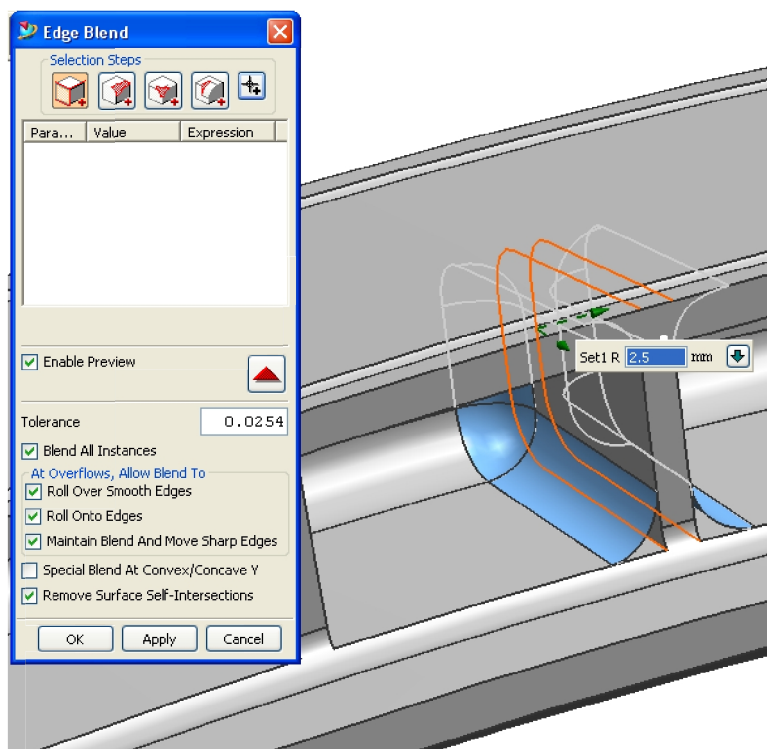
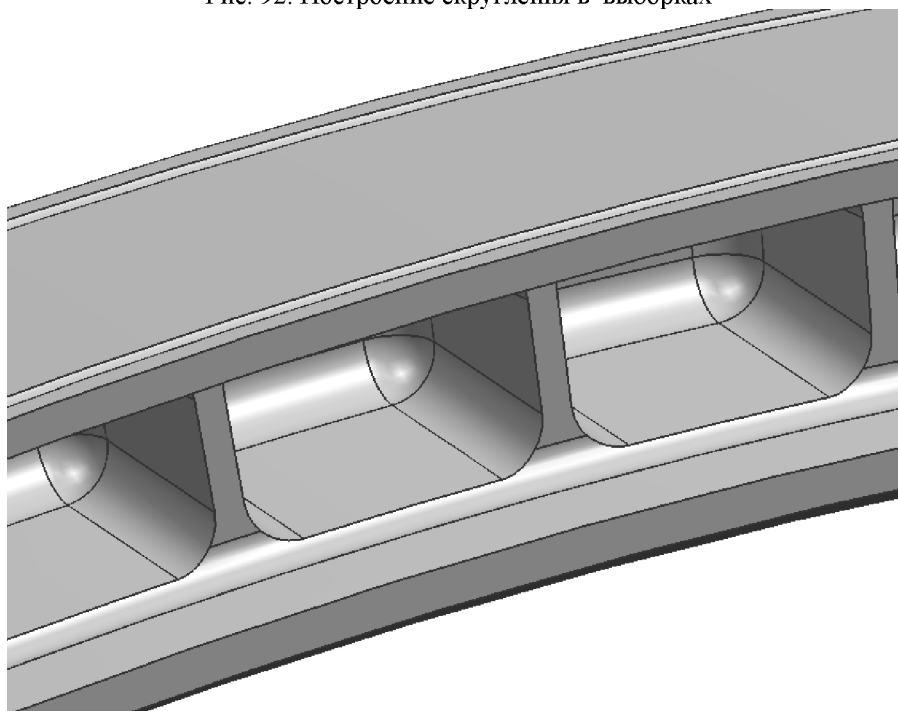

Рис. 92. Построение скругления в выборках
Рис. 93. Модель проставки со скруглениями в выборках
10. Создайте скругления радиусом 2.5 мм в выборках: **Insert** → **Detail Feature** → **Edge Blend...** Выберите исходное ребро (базовое для создания массива ребер) и задайте для кромок радиус 2.5 мм, включите опцию **Blend All Instances** (Рис. 92), нажмите **OK**. Результат показан на Рис. 93.